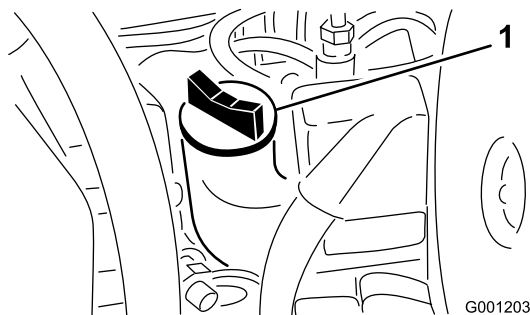

Figura 23
3. Si el nivel de aceite está por debajo de la marca Lleno, retire el tapón de llenado (Figura 23) y añada aceite hasta que el nivel llegue a la marca Lleno de la varilla. **No llene demasiado..**